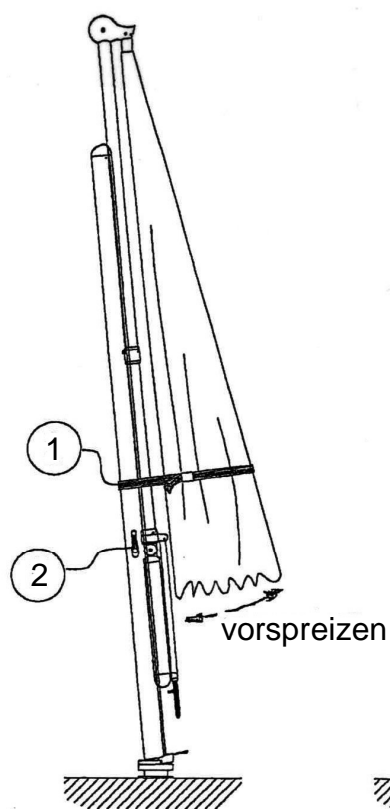
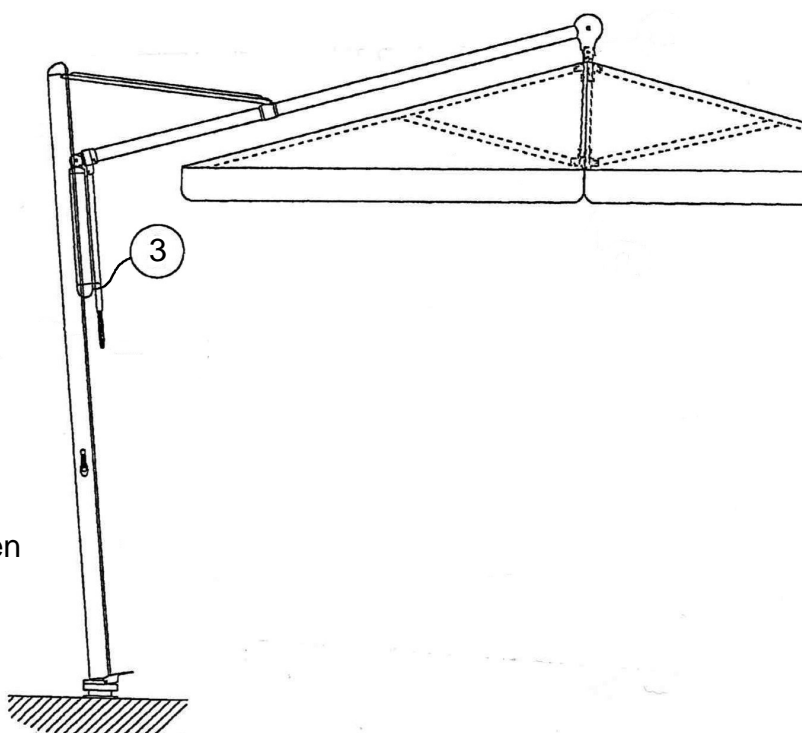

Fig. 6
Fig. 7
- Kurbel (2, Fig. 6) im Gegenuhrzeigersinn drehen und falls notwendig Laufwagen (3, Fig. 7) nach unten ziehen um Hemmschwelle zu überbrücken. Schliess- und Einfahrbewegung gehen simultan.
- Stoff mit Bindegurt (1, Fig. 6) sichern.